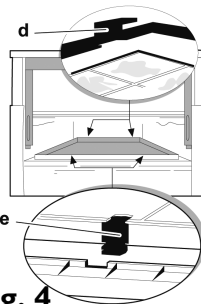

Fig. 4
4. Si le filtre au charbon est déjà monté et doit être remplacé, appuyez sur les touches de déblocage (e - fig. 4) et enlevez le filtre en le tirant vers le bas.
5. Si les filtres ne sont pas installés, d. installez le filtre à charbon dans les crochets supérieurs (fig. 4).
6. e. fixez-le définitivement à l'aide des crochets inférieurs (fig. 4).